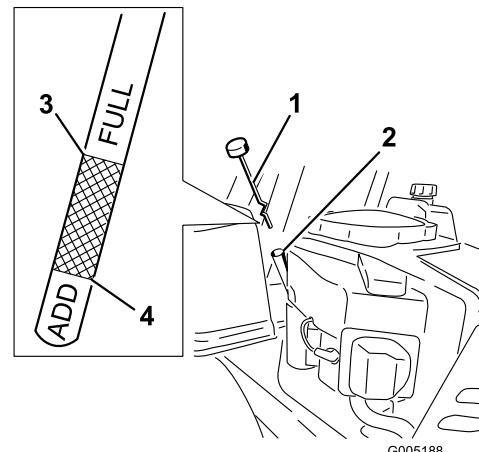

Figura 32
4. Desenrosque y retire la varilla de aceite; límpiala con un paño (Figura 32). Vuelva a introducir la varilla en el tubo y coloque el tapón sobre el tubo. No enrosque el tapón en el tubo.
5. Retire la varilla y compruebe el nivel de aceite (Figura 32).
- Retire el tapón de llenado/varilla (Figura 32).
14. Vierta lentamente un 80% aproximadamente de la cantidad especificada de aceite por el tubo de llenado (Figura 32).
15. Coloque el tapón de llenado/varilla (Figura 32).
16. Compruebe el nivel de aceite (Figura 32); consulte Verificación del nivel de aceite.
18. Coloque la varilla y enrosque firmemente el tapón (Figura 32).